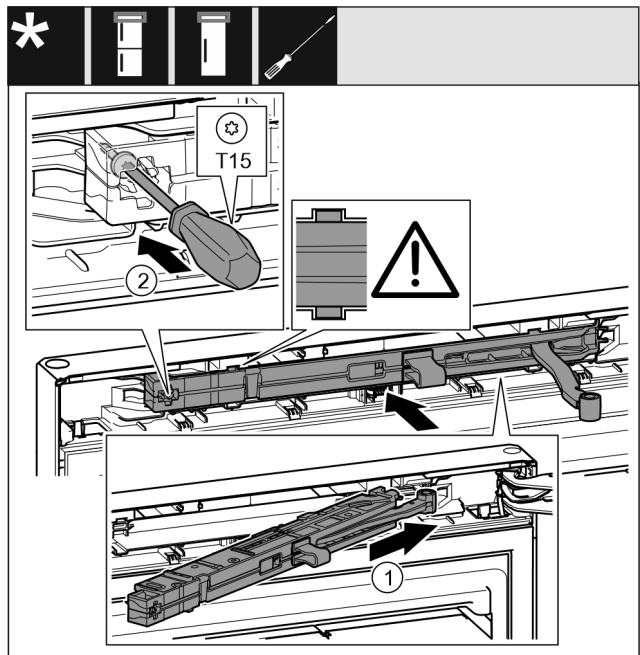

Fig. 49
- ▶ Lükake sulgemismortisaatori mooduli laagripuki küljel lõpuni kaldu väljalõikesse. Fig. 49 (1)
- ▶ Keerake kruvi kruvikeerajaga T15 kinni. Fig. 49 (2)